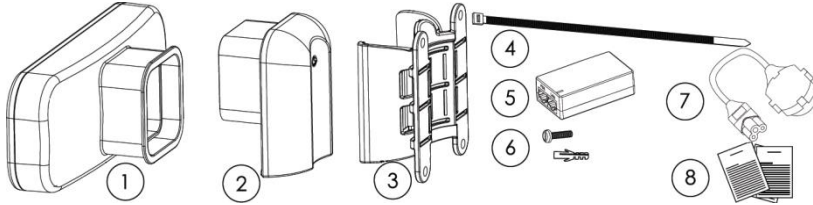

Figure 1 – Contenido del Kit
La polarización de la antena es un punto importante a considerar cuando se realiza la instalación. El APC Propeller 2 y APC Propeller 5 pueden modificar la polaridad dependiendo de la instalación (ítem 1 en la *Figure 1 – Contenido del Kit*) en el soporte de instalación (ítem 2 de la *Figure 1 – Contenido del Kit*).
Paso 2. Inserte el cable UTP cable en el puerto Ethernet del radio a través de la base (item 2 de la *Figure 1 – Contenido del Kit*) como se muestra:
Paso 3. Conecte el radio en la base (item 2 de la *Figure 1 – Contenido del Kit*):
Paso 2. Fije la base del soporte APC (item 3 de la *Figure 1 – Contenido del Kit*) al mástil utilizando el cinto plástico (item 4 de la *Figure 1 – Contenido del Kit*) como se muestra:
Paso 2. Fije la base del soporte APC (item 3 de la *Figure 1 – Contenido del Kit*) a la pared utilizando tornillos (item 6 de la *Figure 1 – Contenido del Kit*) como se muestra a continuación: